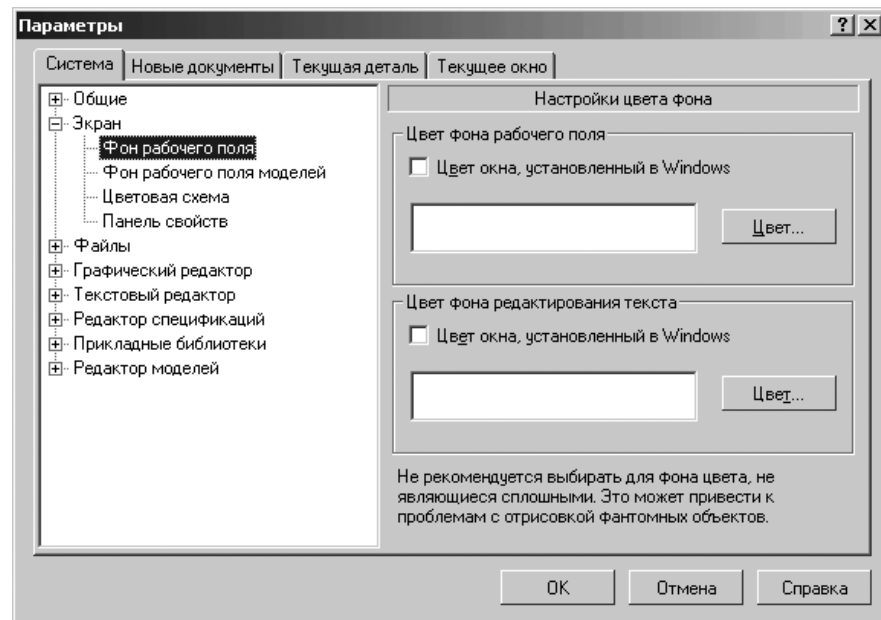

Рис. 9.5. Диалоговое окно **Параметры** с открытой вкладкой **Система** и открытой панелью **Настройка цвета фона**
- щелкните по пункту **Фон рабочего поля**. Откроется в правой части диалогового окна панель **Настройка цвета фона** (рис. 9.5).